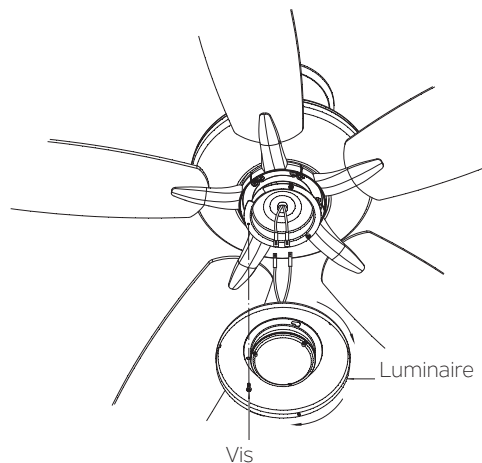

Fig. 16
**Étape 1.** Desserrez les trois vis de montage situées à l'intérieur du panneau de lumière kit. (Fig. 16)
**Étape 2.** Tout en tenant le luminaire à DEL sous le moteur du ventilateur, connectez des fils. (Fig. 16)
**Étape 3.** Rentrez toutes les connexions dans la plaque d'éclairage. Placez les encoches en trous de serrure du luminaire à DEL sur les 2 vis précédemment desserrées de la plaque d'éclairage, tournez l'ensemble d'éclairage à DEL jusqu'à ce qu'il se verrouille en place dans la section étroite des encoches. Fixez en serrant fermement les trois vis. (Fig. 16)